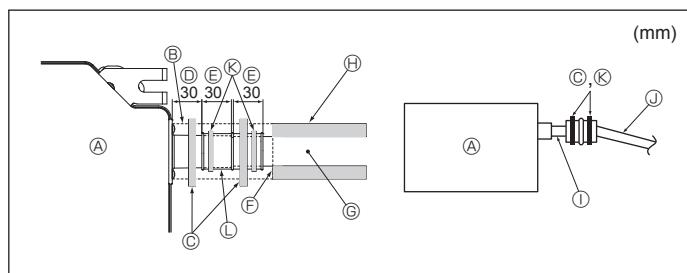

Fig. 6-2
1. Anslut kondensvattenanslutningen (levereras med enheten) till kondensvattenutloppet. (Fig. 6-2)